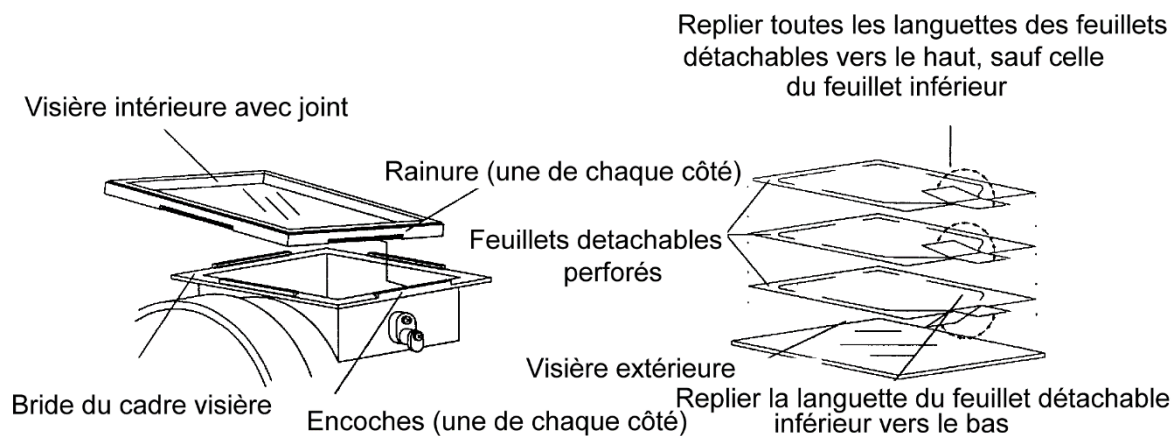

Figure 3 : Remplacement des feuillets détachables
(1) Ouvrir le cadre visières	- - Otez le loquet en caoutchouc.
(2) Enlever la visière intérieure	- - Enlevez la visière intermédiaire et les feuillets détachables. - Tirez le joint avec la visière intérieure de la bride. - Otez la visière de son joint. -
(3) Placer une nouvelle visière	- - Nettoyez le joint et remplacez une nouvelle visière. - Placez l'ensemble dans l'ouverture par l'extérieur. - Placez l'ensemble dans la bride prévue à cet effet et fixez le (voir figure 3) tout autour du cadre -
(4) Placer les feuillets détachables et une visière intermédiaire. Refermer le cadre	- - Visière intermédiaire - 3 feuillets détachables
(1) Placez jusqu'à 3 feuillets détachables) sur la visière intermédiaire (côté lisse).
(2) Pliez les languettes des deux feuillets supérieurs vers le haut et celles du feuillet inférieur vers le bas (voir figure 3).
(3) Ouvrez le cadre de visière et ôtez les restes des visières perforées
(4) Placez les feuillets détachables avec la visière intermédiaire sur la visière intérieure de telle sorte que les languettes des feuillets détachables sortent du cadre de visière.
(5) Maintenez les visières en place et refermez le cadre.